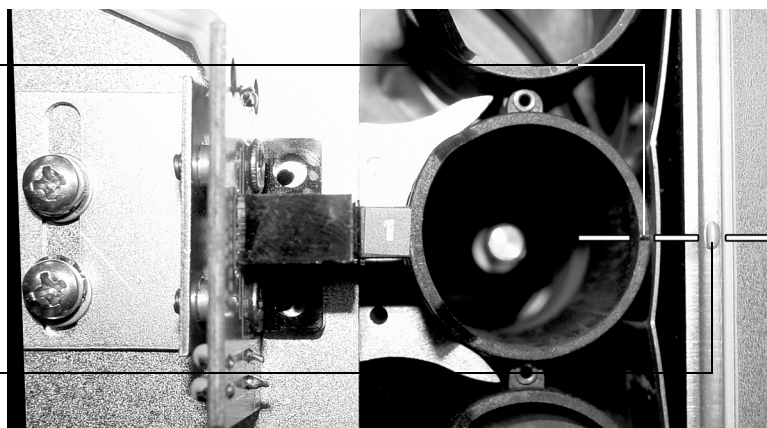

図 20 トレイチェーンの調整
- 3 トレイチェーンリンクの細部がトレイの壁のくぼみにぴったり合っているかどうか確認します。図 20 を参照してください。整列していない場合は Agilent のサービス担当にご連絡ください。